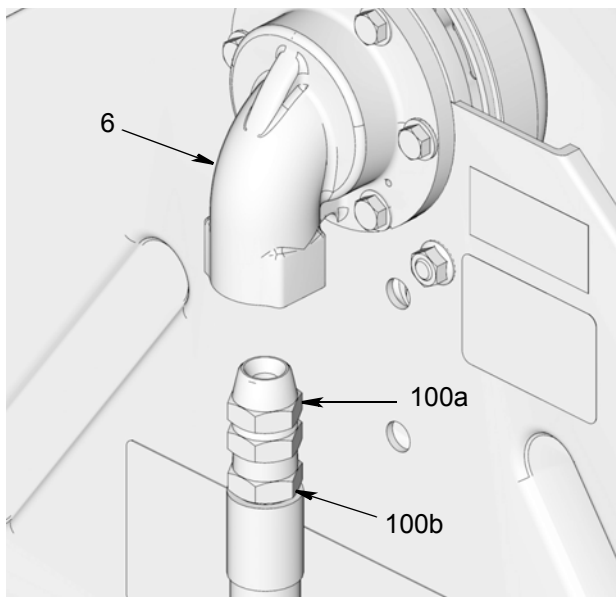

FIG. 4
2. Acople el adaptador de entrada en la manguera de entrada (6) (FIG. 4).
3. Aplique sellador de roscas de tubos o envuelva cinta de PTFE alrededor de las roscas del reductor (100b) (de ser necesario). FIG. 4
4. Conecte el adaptador de uniones (100a) al orificio de entrada (100b) (FIG. 4). Use una llave para apretar la conexión.